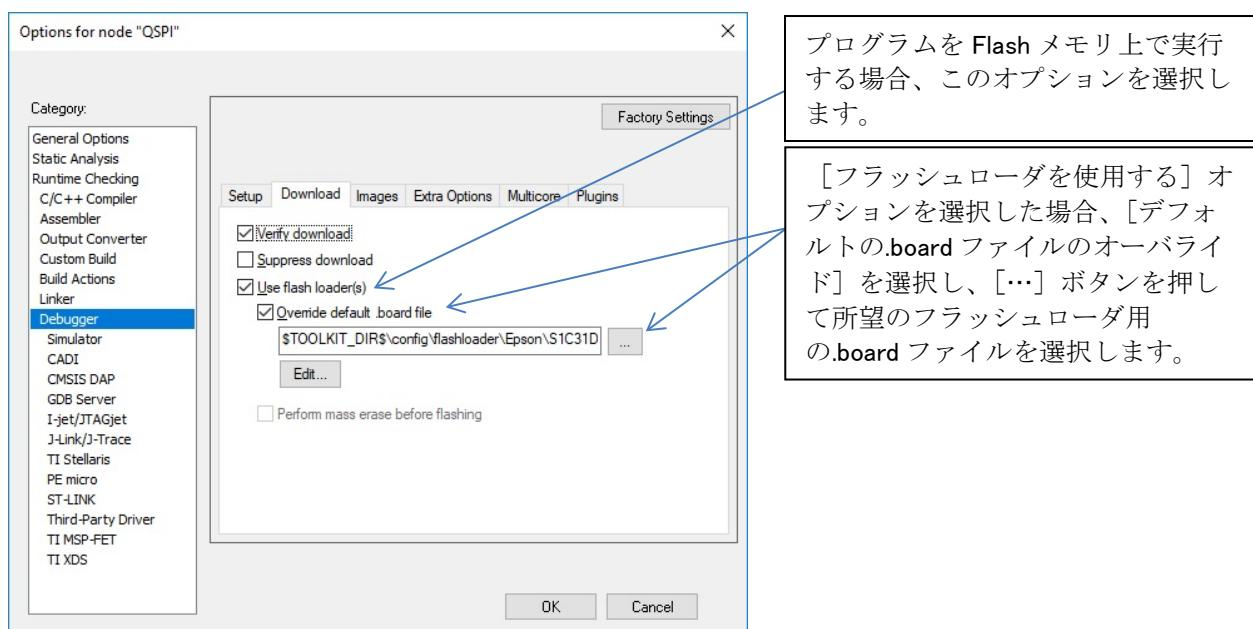

図 2.3.5.1 フラッシュローダの設定
- (1) IAR EWARM メニューの [プロジェクト] > [オプション] を選択します。
- (2) 表示されたダイアログの [カテゴリ] リストから [デバッガ] を選択します（図 2.3.5.1）。
- (3) [ダウンロード] タブを選択します（図 2.3.5.1）。
- (4) [フラッシュローダを使用する(U)] のチェックを無効にします（図 2.3.5.1）。
- (4) [フラッシュローダを使用する(U)] のチェックを有効にします（図 2.3.5.1）。
- (5) [デフォルトの.board ファイルのオーバライド] のチェックを有効にします（図 2.3.5.1）。
- (6) [...] ボタンをクリックし、.board ファイルとして“S1C31D5x_int.board”を選択します（図 2.3.5.1）。